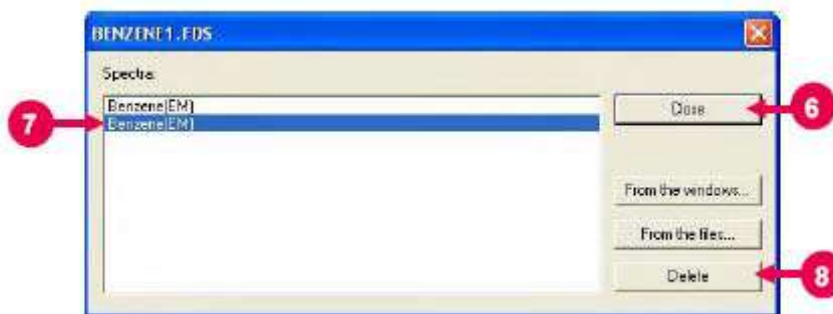

Рис. 7-22
- (8) Два спектра будут налагаться на окно обработки данных. В это же время, откроется диалоговое окно, изображенное на рис. 7-22. Нажмите кнопку «Закрыть» (Close). (Смотрите (6) на рис. 7-22).
- (9) Чтобы удалить спектр, нажмите соответствующее имя выборки в списке спектров. (Смотрите (7) на рис. 7-22). После выделения имени выборки (подсвечена синим цветом), кнопка «Удалить» (Delete) станет активной. Нажмите кнопку «Удалить». (Смотрите (8) на рис. 7-22).